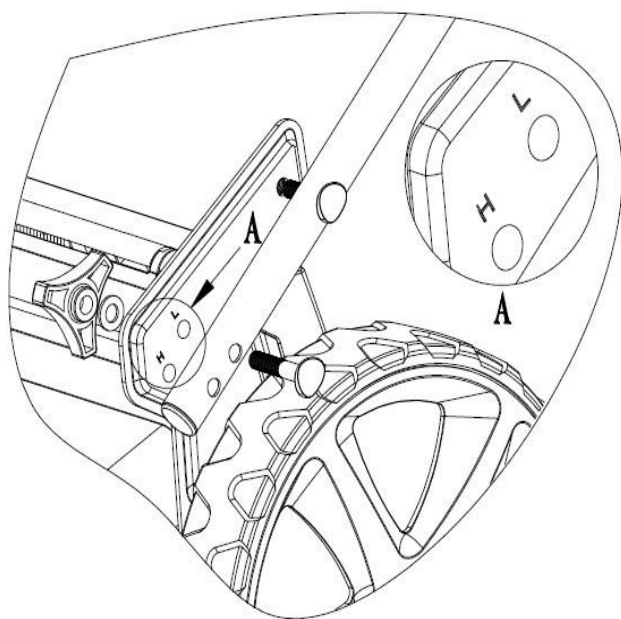

Рис.2
1. Установите трубку нижней рукоятки на нужную Вам рабочую высоту: H — высокое положение, L — низкое положение. Рис.2